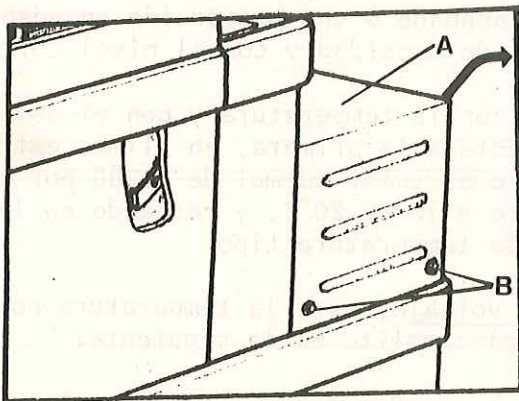

Fig. P3-11 Desmontaje batería
- 1.1. Soltar los tornillos de fijación, B (Fig. P3-11) y extraer verticalmente (para la cubierta de las fijas) y hacia el exterior, la cubierta, A, de protección baterías.